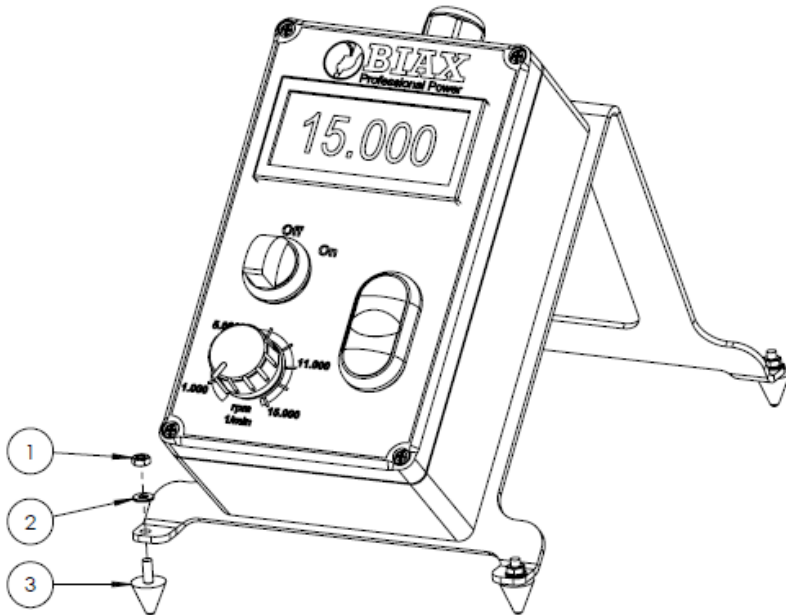

Abbildung 3: Montage der Bedieneinheit zur Tischverwendung
Die mitgelieferten Gummi-Metall Füße (3) werden an 4 Punkten angebracht. Jeder Fuß wird mit je einer Mutter (1) und einer Unterlagscheibe (2) wie in der Abbildung 3 **Fehler! Verweisquelle konnte nicht gefunden werden.** dargestellt mit der Halterung verschraubt.